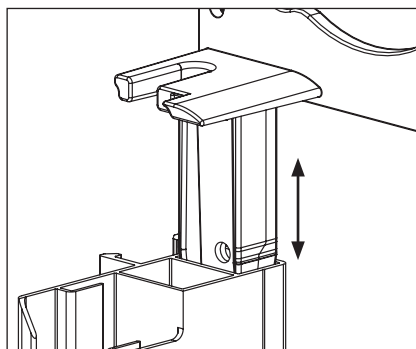

Fig. 17: Montage avec pivot
- le caisson est monté sur les coulisses par pivot qui glisse dans la coulisse. (voir fig.17)